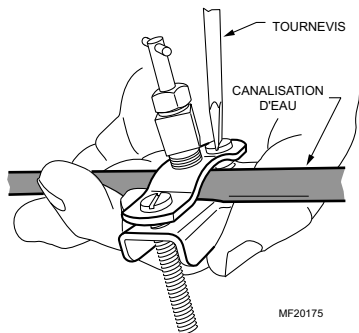

Fig. 8. Installation du robinet-vanne à étrier.
2. Utiliser le robinet-vanne autopercuteur (inclus) pour percer le tuyau d'arrivée d'eau au bon endroit. Tourner la poignée en haut du robinet-vanne à droite (sens horaire) jusqu'à ce que le pointeau perce le tuyau d'arrivée d'eau. Laisser le pointeau dans cette position jusqu'à ce que l'humidificateur soit complètement installé pour éviter les fuites (bien que l'arrivée d'eau soit coupée, il peut y avoir de l'eau dans le tuyau qui s'écoulera dès que le pointeau est retiré). Voir la Fig. 8. Pour percer dans la conduite galvanisée, vider la conduite et percer un orifice de 3/16 po pour le robinet-vanne.